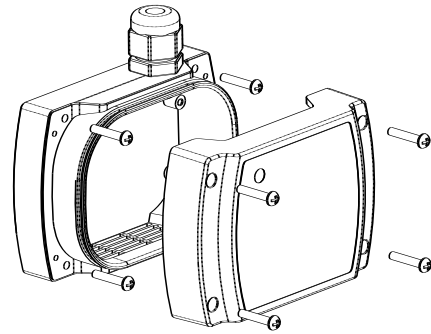

图 6
- 产品应垂直安装，出线锁头朝上(通常停车场的电缆敷设自屋顶向下)，采样气孔向下(因为汽车排气是自下而上扩散)，如上图 6 所示。打开产品上盖，用 4 颗安装螺钉把底盒与安装平面牢固安装。